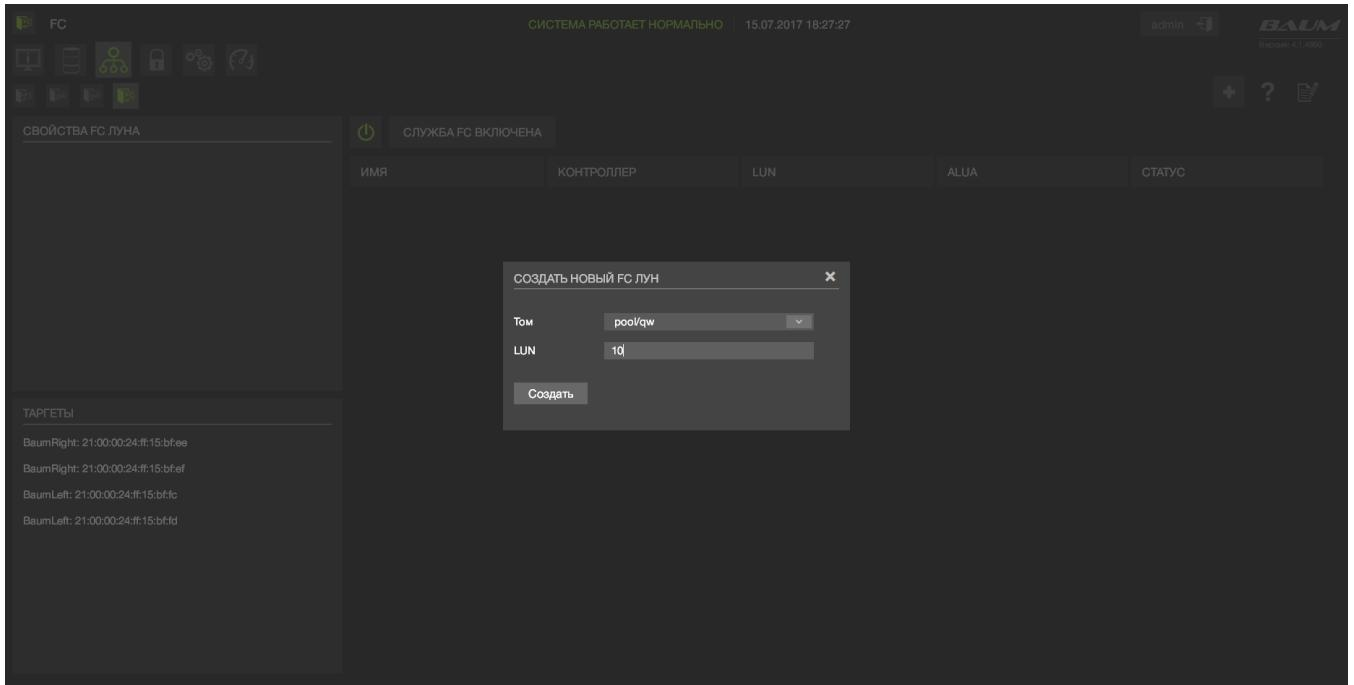

Рисунок 47 - Создание луна Fibre Channel
- 3) Выбрать Том из выпадающего списка (если список пуст, то перейти к пункту 2.2.1. «Создание виртуального тома»). (см. Рисунок 47)